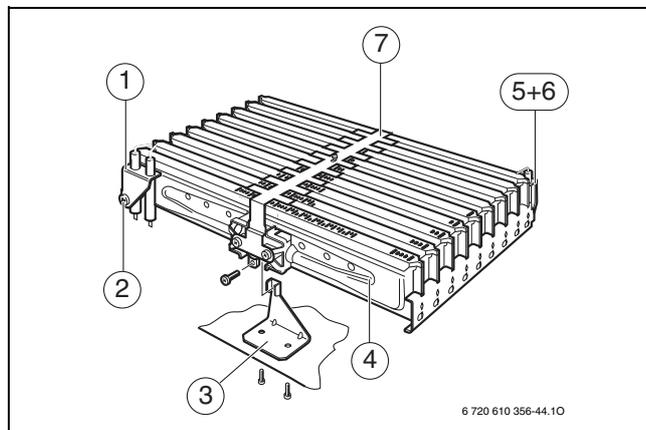

Рис. 31 Узел горелки
- ▶ Осторожно отсоединить штекерный разъем на запальных электродах (→ рис. 31, [1]).